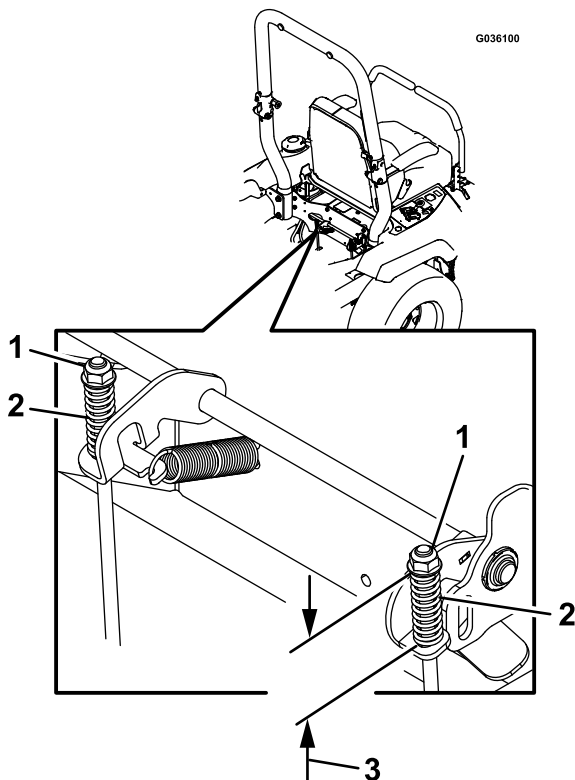

**Figura 58**
6. Se for necessário ajustar, desengate o travão de estacionamento. Retire o contrapino do eixo das ligações dos travões (Figura 58).